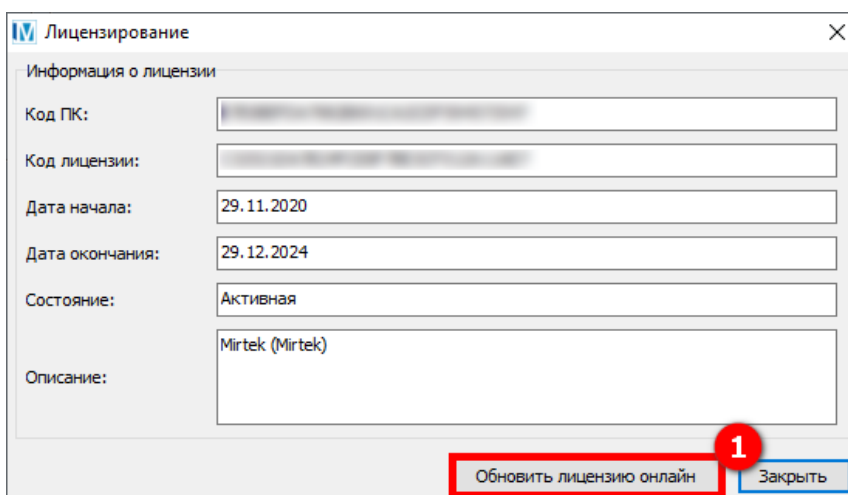

Рисунок 27 – Восстановление лицензии
После регистрации программы у правообладателя, при выборе данной вкладке будет отражена информация о лицензии (см. рисунок 27).
В дальнейшем, при возникновении ситуации, когда ранее полученная лицензия на программное обеспечение **MeterTools** не обнаружена (например, при изменении параметров компьютера – замена каких-либо комплектующих, устройств, установка другой операционной системы и т. п.), для восстановления лицензии необходимо нажать кнопку **Обновить лицензию онлайн** (1) (см. рисунок 27).